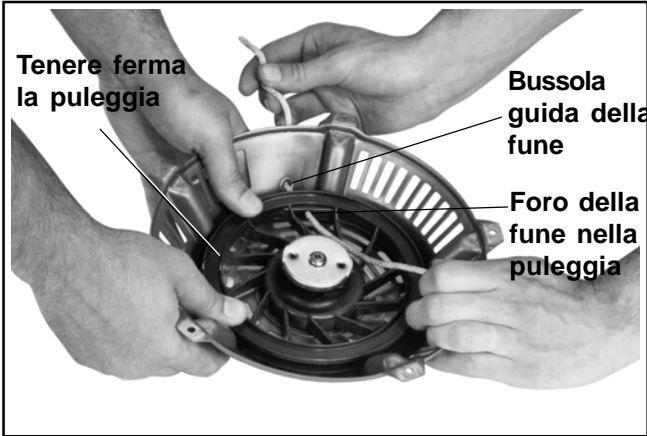

Figura 7-3. Installazione della fune.
- 9. Inserire la nuova fune nel foro nella puleggia del motorino di avviamento e nella bussola guida della fune dell'alloggiamento. Vedere Figura 7-3.